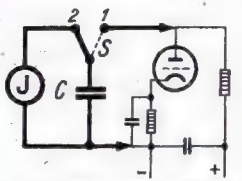

Bild 2. Verfahren zur Messung einer Spannung - insbesondere in Stromkreisen mit hohem inneren Widerstand - ohne ohmsche Belastung des Meßkreises.
In der Stellung III des Vierfach-Stufenhalters $S_3 \dots S_6$ liegt das Instrument in einer Schaltung, deren Wirkungsweise nicht ohne weiteres zu erkennen ist. Bild 2 gibt darüber Aufschluß. Hier ist ein Kondensator C gezeigt, der durch den Schalter S wahlweise an eine zu messende Spannungsdifferenz oder an ein Meßinstrument (J) gelegt wird. Dies hat folgenden Sinn:
In Schaltstellung 1 (Bild 2) liegt der Kondensator C an der zu bestimmenden Spannung und lädt sich im Verlauf einiger Zeit auf diesen Wert auf. Dann wird er vermittelt eines rasch und leicht bedienbaren Schalters an das Instrument gefaltet und erzeugt dort einen momentanen Ausschlag. Entscheidend für die praktische Anwendung dieses Meßverfahrens ist die Frage, ob man einen so raschen Ausschlag verfolgen und seinen Scheitelwert ablesen kann. Nach Versuchen, die der Verfasser vornahm und die im übrigen jeder selbst anstellen kann, macht es — einige Übung vorausgesetzt — tatsächlich im allgemeinen keine Schwierigkeiten, die Größe des Zeigerausschlags festzustellen. Allerdings sind zwei Messungen notwendig, eine zur ungefähren Feststellung der Größe des Ausschlags und eine andere, bei der man das Auge auf den Bezirk der Skala gerichtet hält, innerhalb dessen der Scheitelwert liegt. Es gibt zwar Instrumente, die so gedämpft sind, daß der Zeiger in der Maximalstellung feines Ausschlags festgehalten wird, doch sind dies besondere und kostspielige Meßinstrumente, die für ein derartiges Universalgerät nicht in Frage kommen. Bei einer Reihe von daraufhin unterfuchten handelsüblichen Drehpulvinstrumenten war die Dämpfung gerade so bemessen, daß einem genügend Zeit zur Beobachtung gegeben ist. Da die Größe des Ausschlags von der Dämpfung des Drehsystems abhängt, die ihrerseits bei den Instrumenten recht verschiedene Werte annimmt — auch wenn es sich um listenmäßig gleiche Instrumente der Firma handelt —, können genaue Angaben über die Größe der zur Erzielung eines bestimmten Meßbereichs notwendigen Kapazität nicht gemacht werden. Als Anhalt gelten die aus Schaltung 1 und der Stückliste ersichtlichen Angaben, aus denen z. B. hervorgeht, daß ein mit etwa 50 Volt aufgeladener Kondensator von $6 \mu F$ ein Drehpulvinstrument vom Typ des verbreiteten Mavometers gerade zum Vollauschlag bringt. Bei dem beschriebenen neuen Meßprinzip muß man in Kauf nehmen, daß die Aufladung des Kondensators unter Umständen bei sehr hochohmigen Stromkreisen eine geraume Zeit dauert. Will man z. B. mit dem kleinsten Meßbereich eine Schwundregelspannung messen, deren Stromkreis aus dem Zweipolgleichrichter und einem Siebwiderstand von $1 M\Omega$ gebildet ist, so